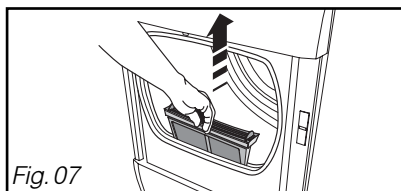

Fig. 07
- Enlevez-le de son logement en tirant de bas en haut (Fig. 07)